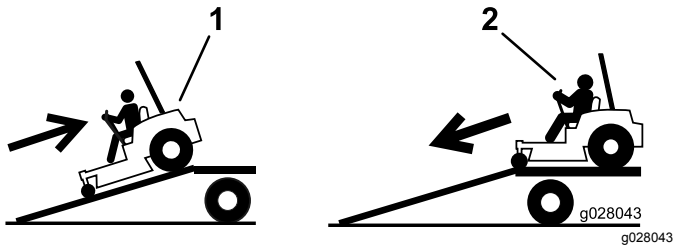

Bild 44
4. Fahren Sie mit der Maschine rückwärts auf die Rampe (Bild 44).
2. Fahren Sie die Maschine vorwärts von der Rampe herunter (Bild 44).